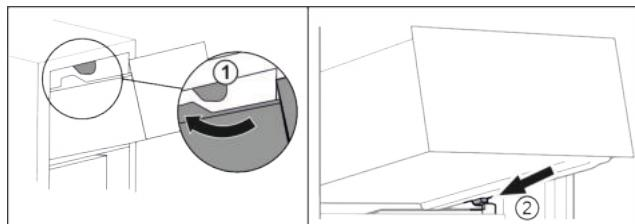

Fig. 18
- Прокарайте чекмеджето около горните ограничители. Fig. 18 (1)
- Поставете чекмеджето под ъгъл зад долните ограничители върху реброто на съда. Fig. 18 (2)